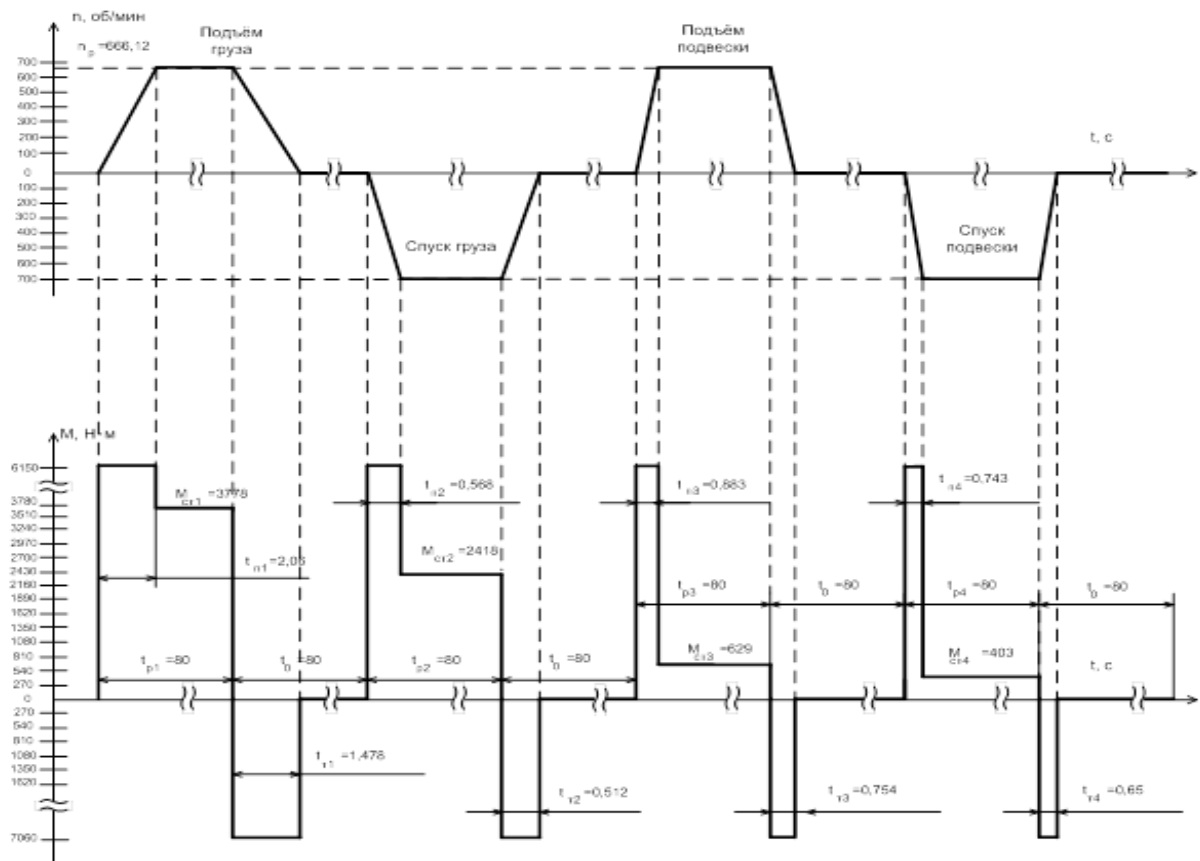

Рис.2
3. По нагрузочной диаграмме механизма на рис. 2 определить необходимую мощность двигателя  Рис. 2
4. По нагрузочной диаграмме механизма на рис. 2 определить коэффициент передачи редуктора для двигателя с номинальной скоростью 1480 об/мин. Определить максимальные моменты на входном и выходном валах этого редуктора. Определить необходимую номинальную мощность редуктора с коэффициентом запаса $k=2$.